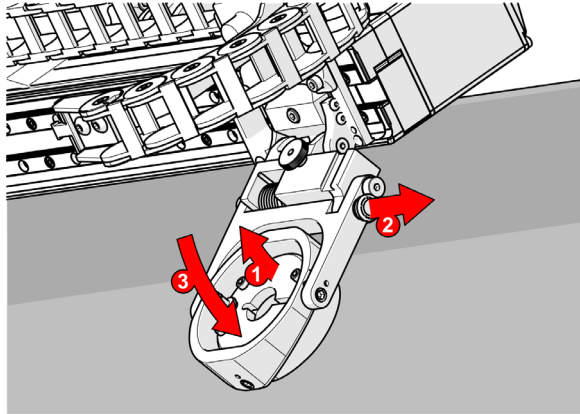

Figure 2-44 Retrait du nez du pivot et du support du chariot
1. Soulevez doucement le support de sonde (voir la Figure 2-44 à la page 79).
2. Tirez sur le loquet du support de sonde (voir la Figure 2-44 à la page 79).
3. Abaissez doucement le support de sonde vers la surface de balayage (voir la Figure 2-44 à la page 79).